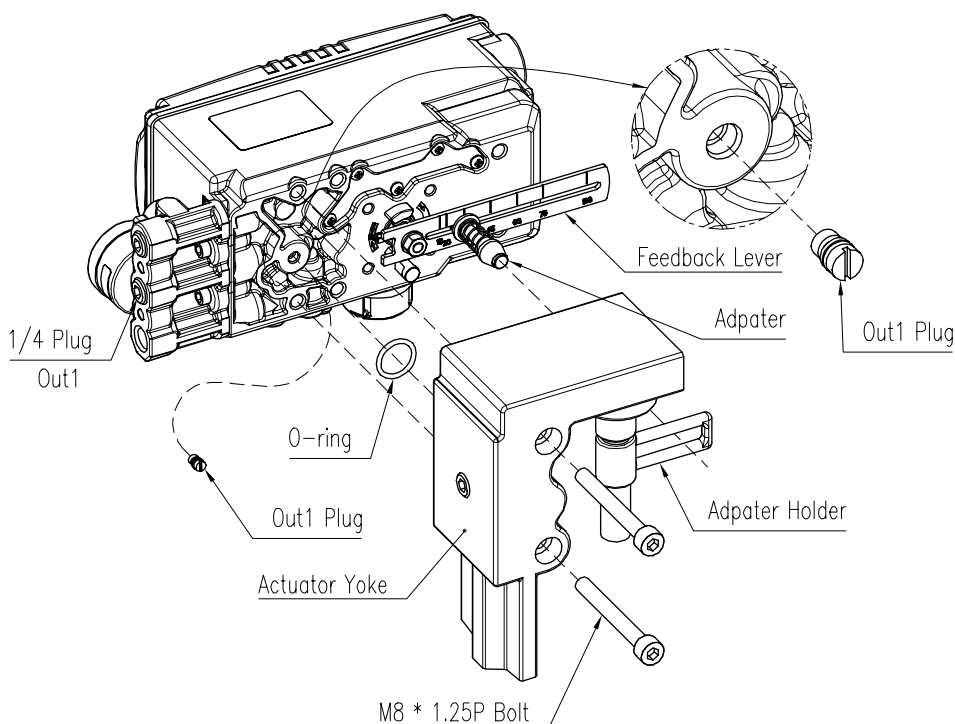

图3-19: 将定位器安装在执行器上
- 1) 移除定位器底部的Out1插塞（图3-19）。使用密封剂和1/4插塞将仪表块的Out1端口阻塞。